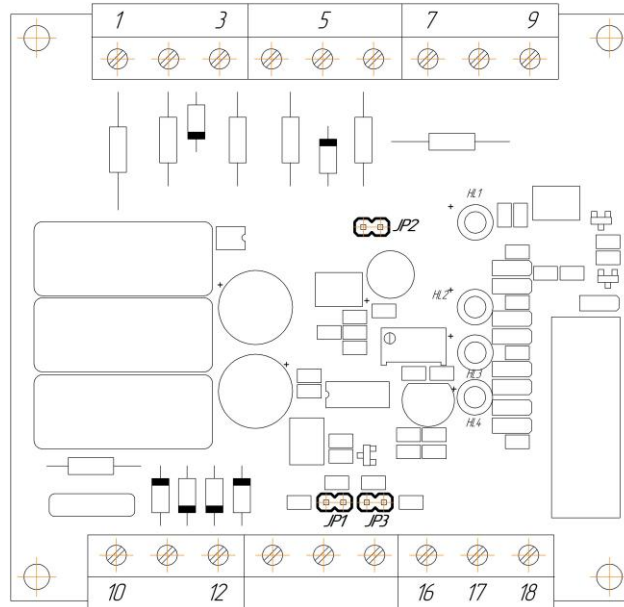

Рисунок 2.3 – Схема расположения перемычек включения/отключения каналов контроля
2.4.1 В **канале наличия напряжения по трем фазам** в случае обрыва одной из фаз происходит отключение двигателя, что сопровождается засвечиванием светодиода "Фаза" на передней панели. Узел можно отключить установкой перемычки JP2 на плате прибора (см. рис. 2.3, табл. 2.1).
2.4.2 В **канале целостности изоляции двигателя** при срабатывании защиты по пробое изоляции на корпус двигателя на передней панели прибора засвечивается светодиод "Изоляция". Если канал "R" (клемма 9, см. рис. 2.3) не подключен, то функция контроля целостности изоляции двигателя отключена.
2.4.3 В **канале контроля температуры обмоток двигателя** измеряется температура с помощью трех или шести последовательно включенных терморезисторов с положительным ТКС - позисторов. Выбор количества подключаемых терморезисторов осуществляется при помощи перемычки JP3 на плате прибора (см. рис. 2.3, табл. 2.3) – если перемычка установлена, то контроль температуры происходит при помощи трех подключаемых терморезисторов, если перемычки нету, то контроль происходит при помощи шести терморезисторов.
Узел контроля температуры можно отключить, установив перемычку JP1 (см. рис. 2.3, табл. 2.2) на плате прибора.
Для проверки канала контроля температуры подключите к клеммам 10 и 12 имитатор термисторов согласно приложению А. Данная схема имитирует подключение трех последовательных термисторов, поэтому удостоверьтесь в наличии перемычки JP3 на плате прибора (см. рис. 2.3).